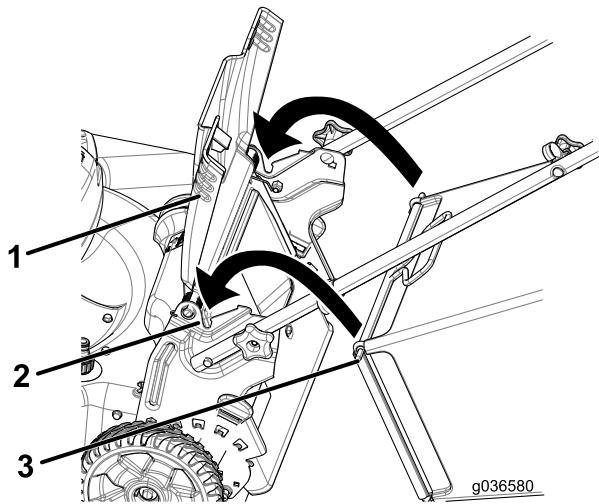

Figura 21
- Levante y sujeté el deflector trasero (Figura 21).
- Pasador de la bolsa de recogida (2)
- Instale la bolsa de recogida, asegurándose de que los pasadores de la bolsa descansan en las muescas del manillar (Figura 21).